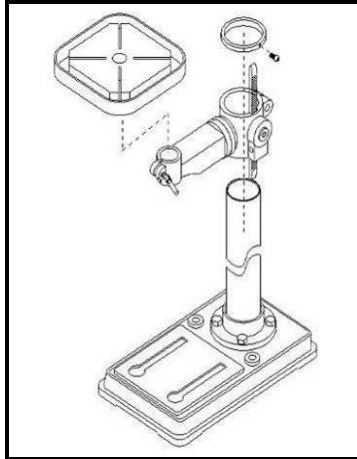

Abb. 2
2. Montieren Sie den Bohrtisch mit der Halterung, der Zahnstange und dem Säulenring an der Säule. (Abb.2)